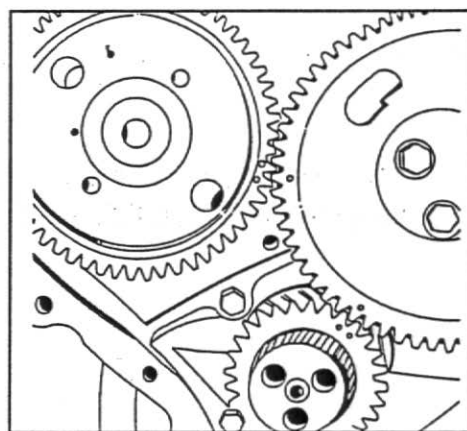

Fig. 16
- L** 9. Monte a engrenagem da árvore de comando das válvulas posicionando corretamente as marcas de sincronismo. Ferramenta nº 81 30 414, fig.16.